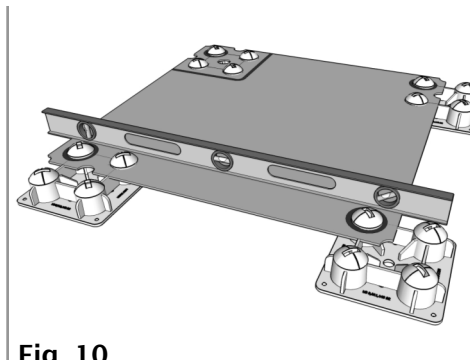
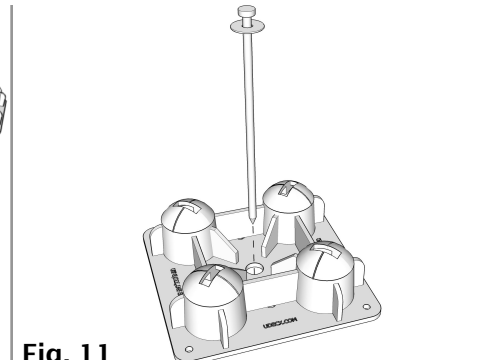

Fig. 10
Fig. 11
5. Nivele cada Pier(A) adicional con el adyacente Pier (A), observe la (Fig. 10) e instale los Picos de ajuste (D) (Fig. 11).